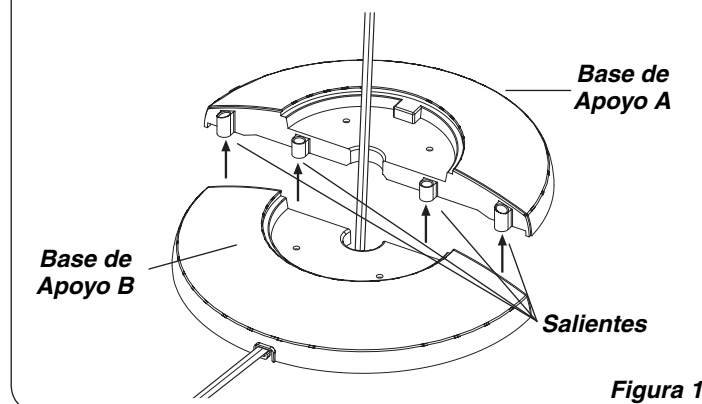

Figura 1
- Arme las **Bases de Apoyo** interconectando las **Salientes** en la **Base de Apoyo A** dentro de los **Orificios de Salientes** en la **Base de Apoyo B**. Introduzca el **Cable Eléctrico** a través del orificio grande en el centro de la **Montura de la Base de Apoyo**. (Figura 1)